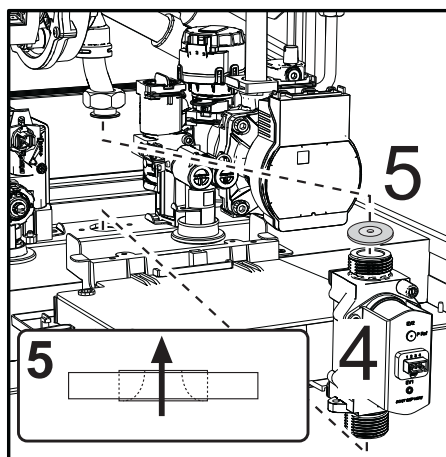

fig. 46
- Estrarre la valvola a gas “4” e il diaframma gas “5” (fig. 46).